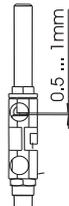

Bild 3
1. Kontermutter (1) der Anschlagschraube (2) lösen.
2. Anschlagschraube (2) auf genauen Fahrweg einstellen. (Justierbereich 0-30 mm)
3. Anschlagschraube (2) mit Kontermutter (1) kontern! Der äussere Anschlag ist dabei zwingend hinter dem inneren Anschlag einzustellen.
5. Dämpfer nun soweit an den Anschlag schrauben, dass der Dämpferstössel einen Resthub von ca. 0.5 ... 1 mm aufweist, siehe Detail Bild 3.